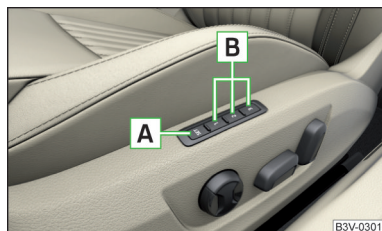

Fig. 90
Debajo de las teclas de memoria **B** en el asiento del conductor se puede guardar un ajuste de la posición del retrovisor externo y del asiento del conductor » fig. 90.
- » Pulse la tecla **SET A** » fig. 90 y luego presionar dentro de 10 segundos la tecla de memoria **B** deseada. El almacenamiento es confirmado con una señal acústica.
- » Conectar el encendido y pulsar la tecla de memoria deseada **B** » fig. 90.